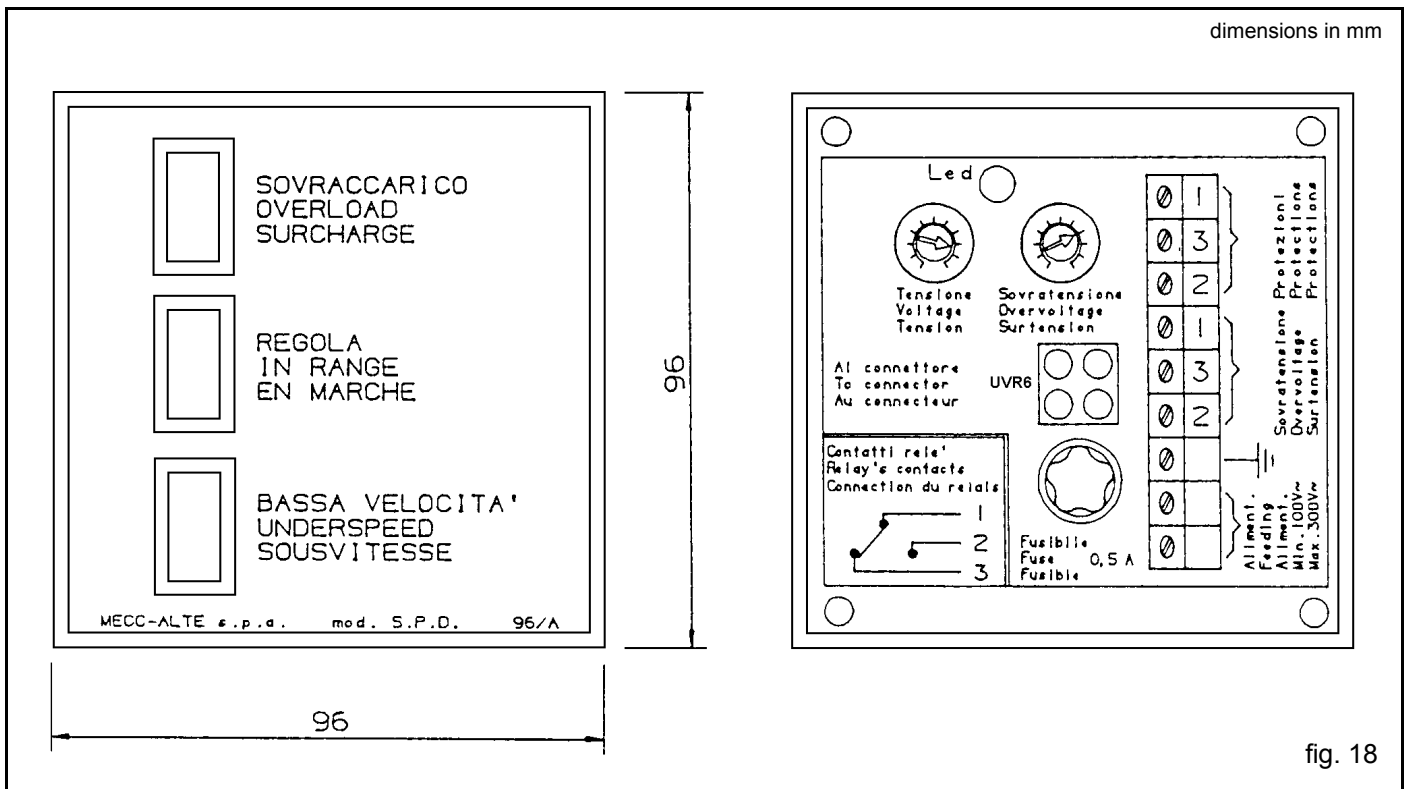

fig. 18
-) Zwischen den Klemmen "Schutzvorrichtungen" (siehe Abb. 18) wird angezeigt: Kontakt 1-3 = offen, Kontakt 1-2 = Geschlossen.
-) The "Protection" terminals should be in the following state (see fig. 18): 1-3 = closed, contact 1-2 = open.
Zwischen den Klemmen "Schutzvorrichtung" (siehe Abb. 18) wird angezeigt: Kontakt 1-3 = offen, Kontakt 1-2 = geschlossen.
Zwischen den Klemmen "Schutzvorrichtungen" (siehe Abb. 18) wird angezeigt: 1-3 = offen, 1-2 = geschlossen
-) beide Trimmer des SPD96/A nach links drehen, die rote über den beiden Trimmern befindliche LED muß aus sein und zwischen den Klemmen "Überspannung" erscheint: Kontakt 1-3 = geschlossen, Kontakt 1-2 = offen (siehe Abb. 18).
The "Protection" terminals should be in the following state (see fig. 18): 1-3 = open, contact 1-2 = closed.
-) Turn both the SPD96/A trimmers anticlockwise; the red LED positioned above the two trimmers should be off and the "Overvoltage" terminals should be in the following state: contact 1-3 closed, contact 1-2 open (see fig. 18).
-) Die Auslösung des Überspannungsalarms wird durch das Einschalten der roten LED angezeigt und führt zum Schalten des Kontakts „Überspannung“ (siehe Abb. 18): Kontakt 1-3 = offen, Kontakt 1-2 = geschlossen.
-) The overvoltage alarm intervention is shown by the red LED, which lights up. This condition switches the “Overvoltage” contact (see fig. 18). Contact 1-3 open, contact 1-2 closed.